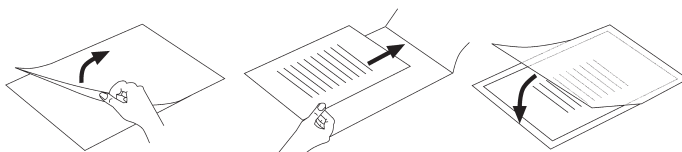

Fig. 2
- ▶ Vær opmærksom på, at du udelukkende anvender en folie til laminering. Klap den op på forhånd som vist på fig. 2.
- ▶ Vær opmærksom på, at du udelukkende anvender en folie til laminering. Klap den op på forhånd som vist på fig. 2 (se side 50).